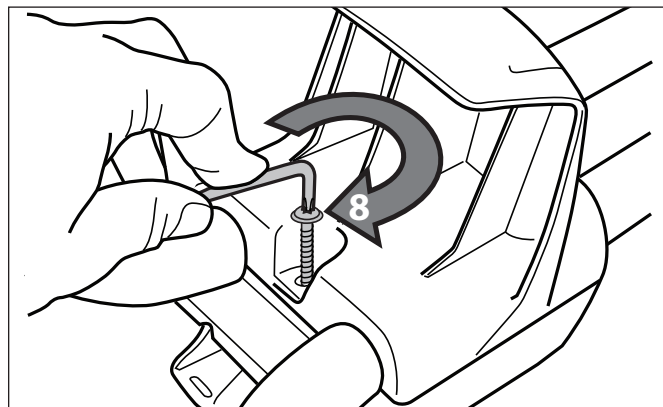

Figura 7. Instale el soporte del cable con el soporte de la unidad de control
5. Asegure el soporte del cable de energía y el soporte de unidad de control alrededor de los tubos con un tornillo y apriete a mano con la llave de la llave Torx® (proveída con la unidad). Vea la Figura 7.